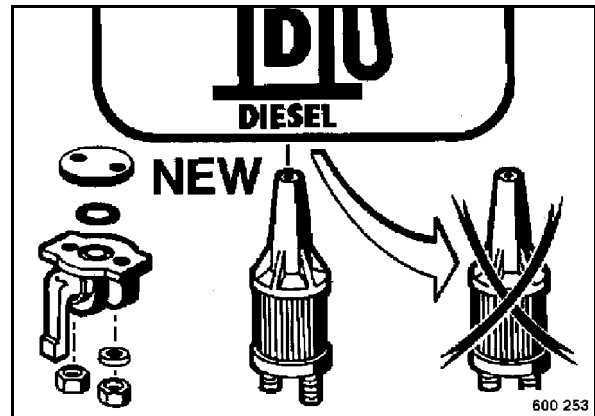

Fig. 71
- Desenroscar las tuercas de fijación (Fig. 71) y retirar la llave de combustible.